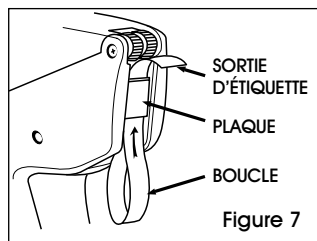

Figure 7
5. Faites glisser la bande d'étiquettes sous la plaque et tirez-la au travers jusqu'à ce que la boucle soit supprimée. (Voir figure 7)